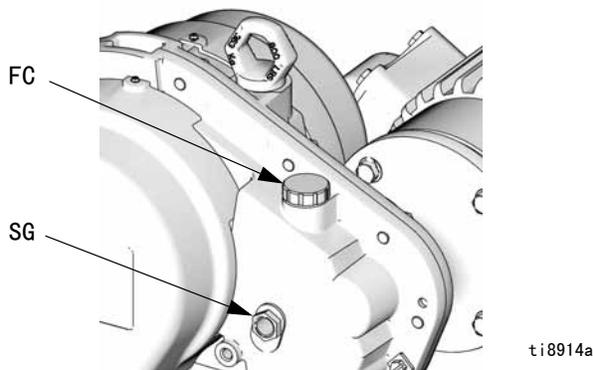

图 5. 加油
打开加油盖 (FC)，给齿轮减速器储油罐加注 1.9 升 (2 夸脱) 的 Graco 288414 机油 (包括十二个 1 夸脱瓶)。通过齿轮减速器外套的观察孔 (SG) 检查油位。不要过量加注。请参见图 5。